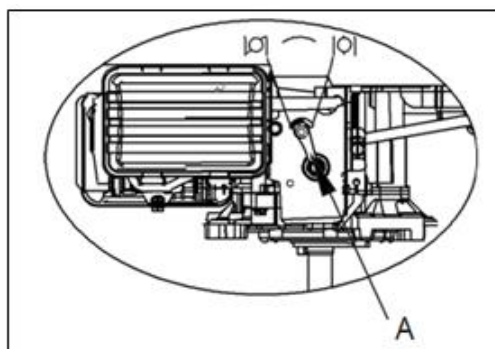

Fig 2B [A. contro acelerador]
- c) Mueva el control del acelerador a la posición  de estrangulador. (Fig. 2B)